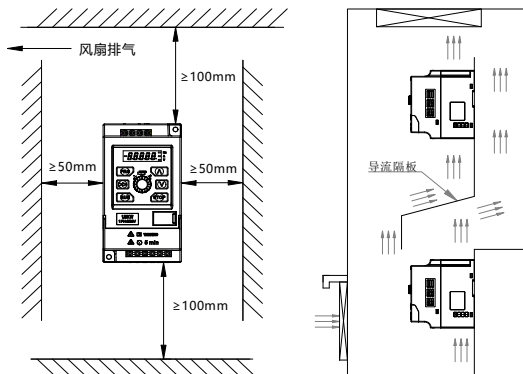

图 2-1 安装的间隔距离图 图 2-2 多台变频器的安装示意图
- (1) 一般情况下应立式安装。
- (2) 安装间隔及距离最小要求如图2-1所示。